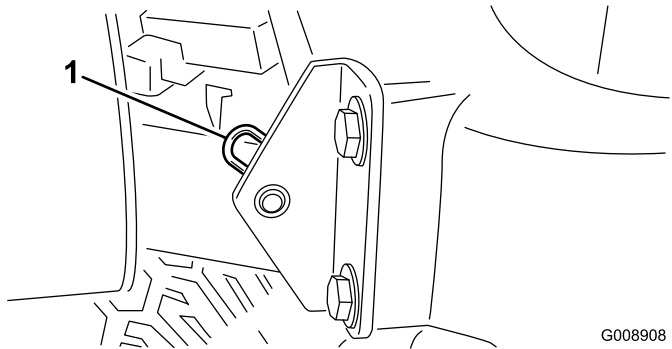

図 43
2. フードのピボット部をブラケットに固定しているヘアピンコッターを抜き取る 図 43。